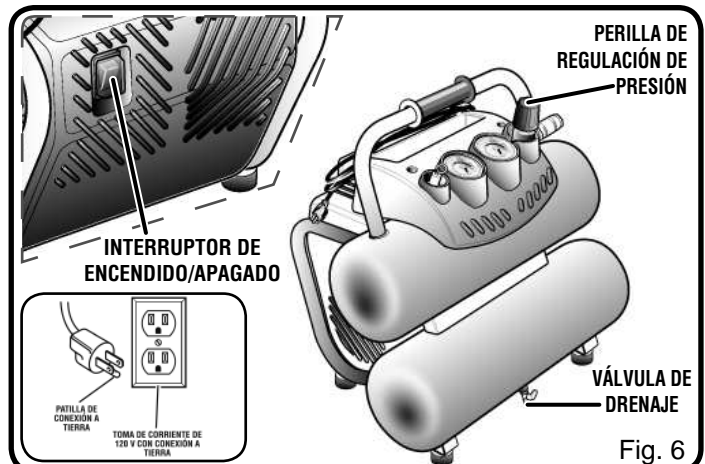

Fig. 6
- Asegúrese de que la válvula de drenaje del tanque está cerrada (consulte la Fig. 6).
- Asegúrese de que el interruptor de alimentación de encendido y apagado (ON/OFF) se encuentra en la posición de apagado (O) y que el compresor de aire está desconectado (consulte la Fig. 6).
- Asegúrese de que el botón del regulador de la presión está girado por completo en el sentido contrario a las agujas del reloj (consulte la Fig. 6).